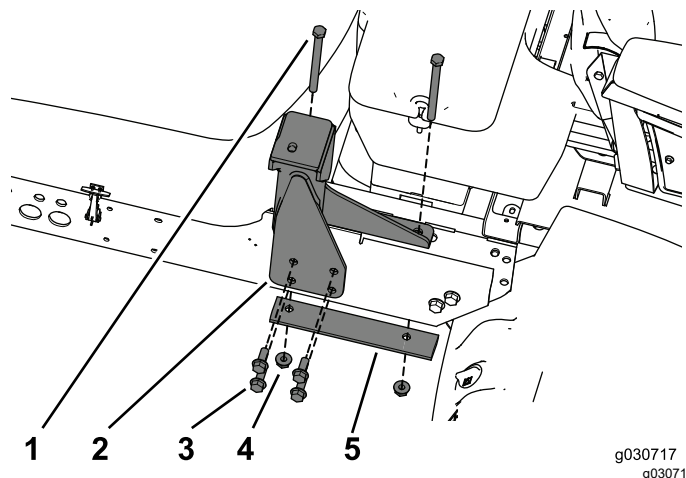

Рисунок 21
1. Используйте новые крепежные детали для присоединения правого заднего крепления к раме (Рисунок 21).